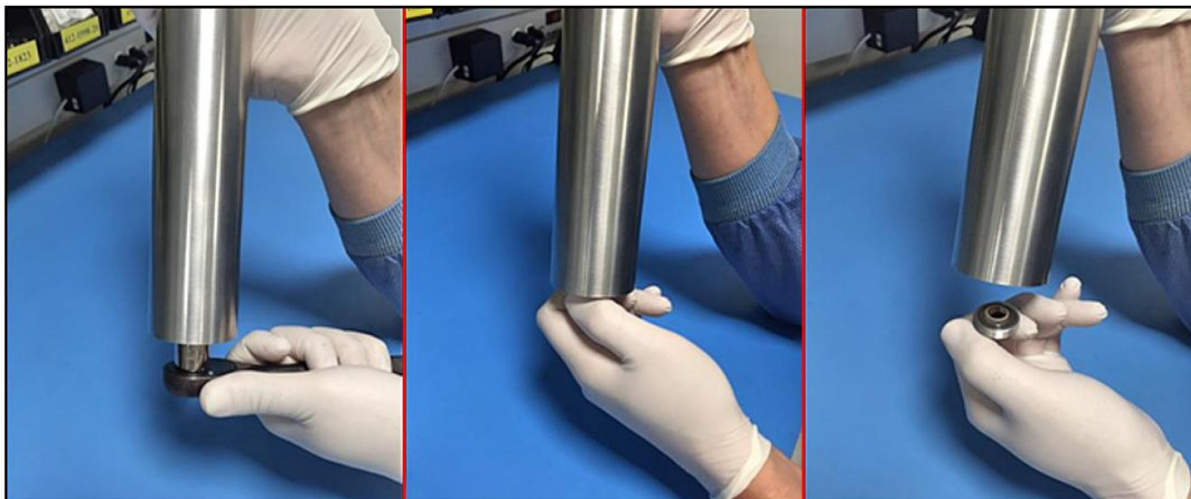

図 54：吸収セルからのミラーエンドキャップアセンブリの取り外し
6. 5/8 インチソケットレンチを使用してミラーアセンブリの六角頭を緩め、吸収セルの底からミラーアセンブリのねじを静かに抜きます。下の図 54 では分解したセルに対する手順を示していますが、ミラーを取り外すために光学吸収セルアセンブリを取り外す必要はありません。